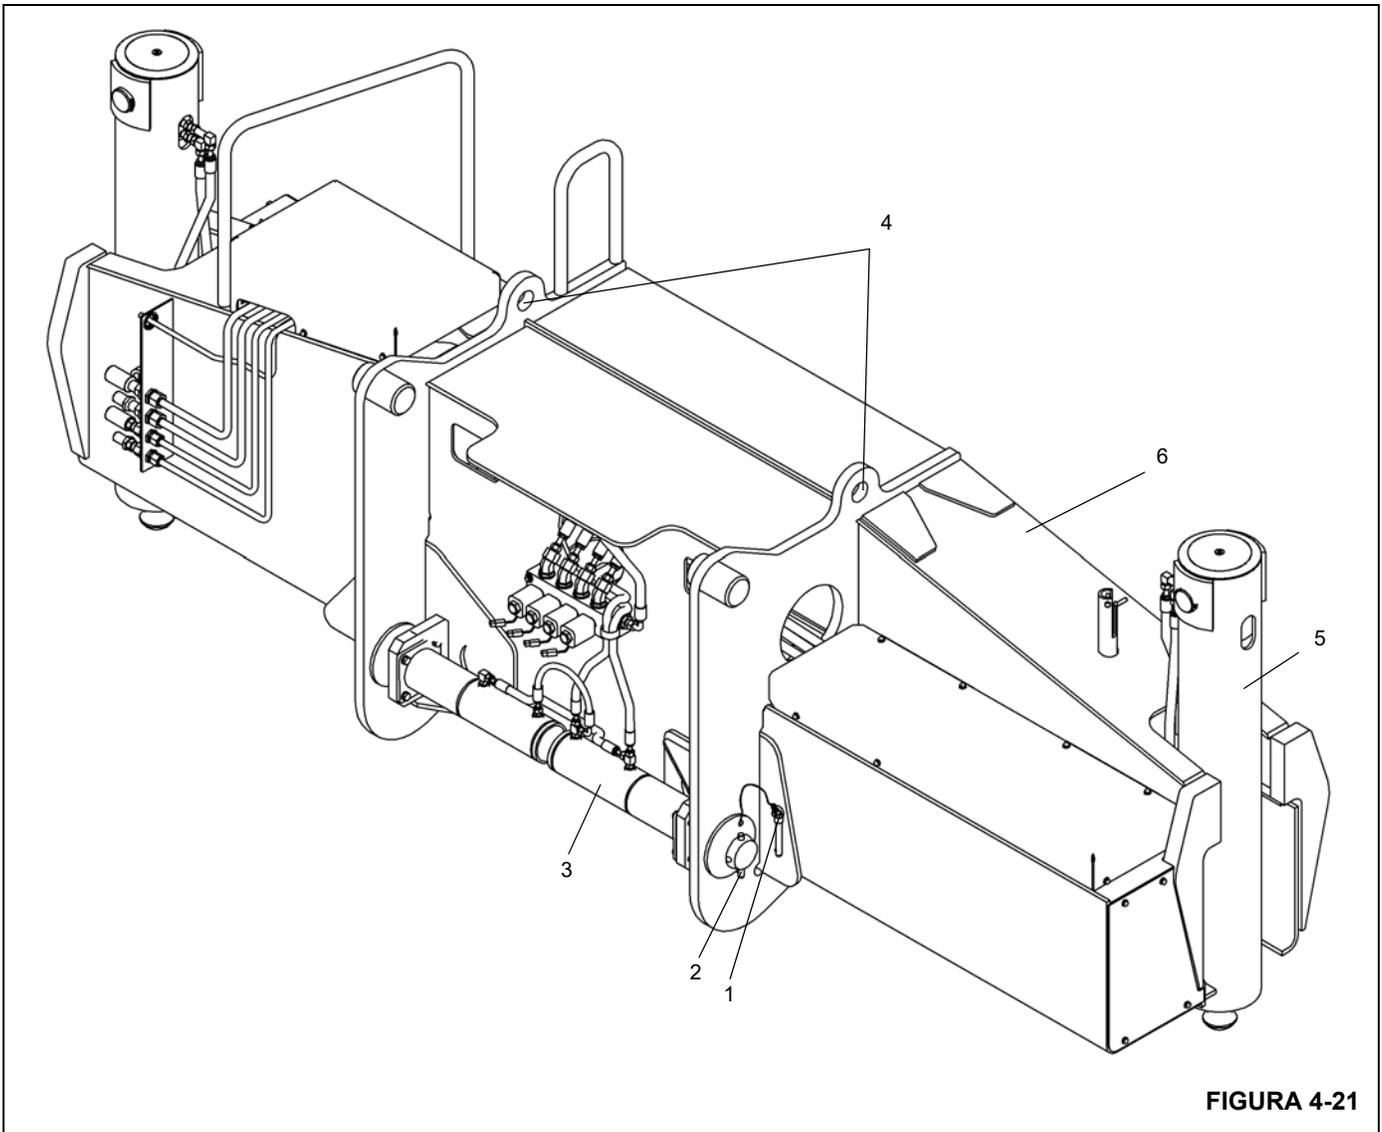

FIGURA 4-21
2. Conecte el conjunto de eslinga a las orejetas de elevación provistas en cada extremo de la caja de estabilizador (Figura 4-21).